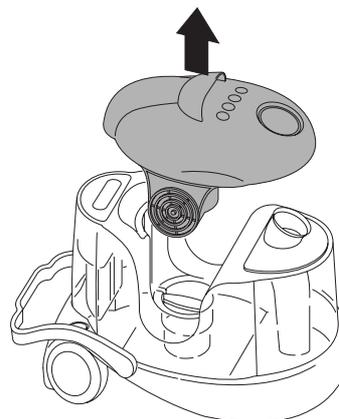

fig. 2
- Retirar a cabeça do motor **F** (fig. 2).